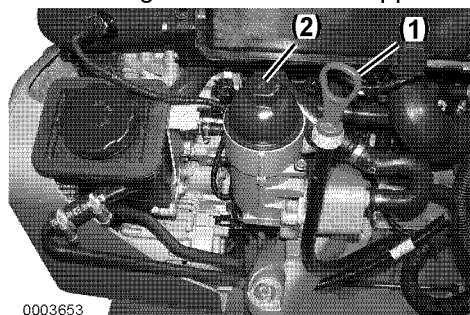

Figura 1
3. **AVVISO:** *Prendere tutte le misure necessarie per evitare la contaminazione dell'olio motore con detriti e sporco. Pulire con cura l'astina di controllo del livello dell'olio e l'area circostante prima di rimuovere il tappo.* Allentare il tappo del bocchettone di rifornimento dell'olio motore (**Figura 1, (2)**) di 1-2 giri con una chiave a tubo. Attendere qualche minuto che l'olio venga scaricato nella coppa.
4. Rimuovere l'astina per il controllo del livello olio motore (**Figura 1, (1)**). Fissare una pompa per scarico dell'olio e pompare via l'olio. Smaltire correttamente i rifiuti.